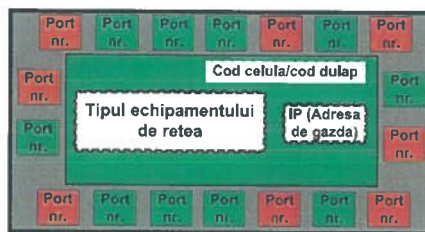
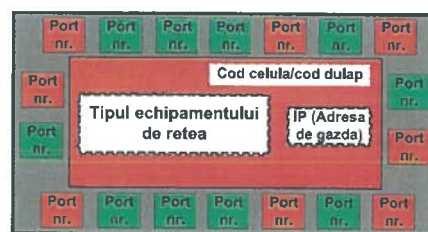

Fig. 7.127
Fig. 7.128
- b. Colorarea dinamică a echipamentelor de rețea tip switch/router în cele 2 stări: activă – cu fond verde (fig. 7.127), inactivă – cu fond roșu (fig. 7.128).